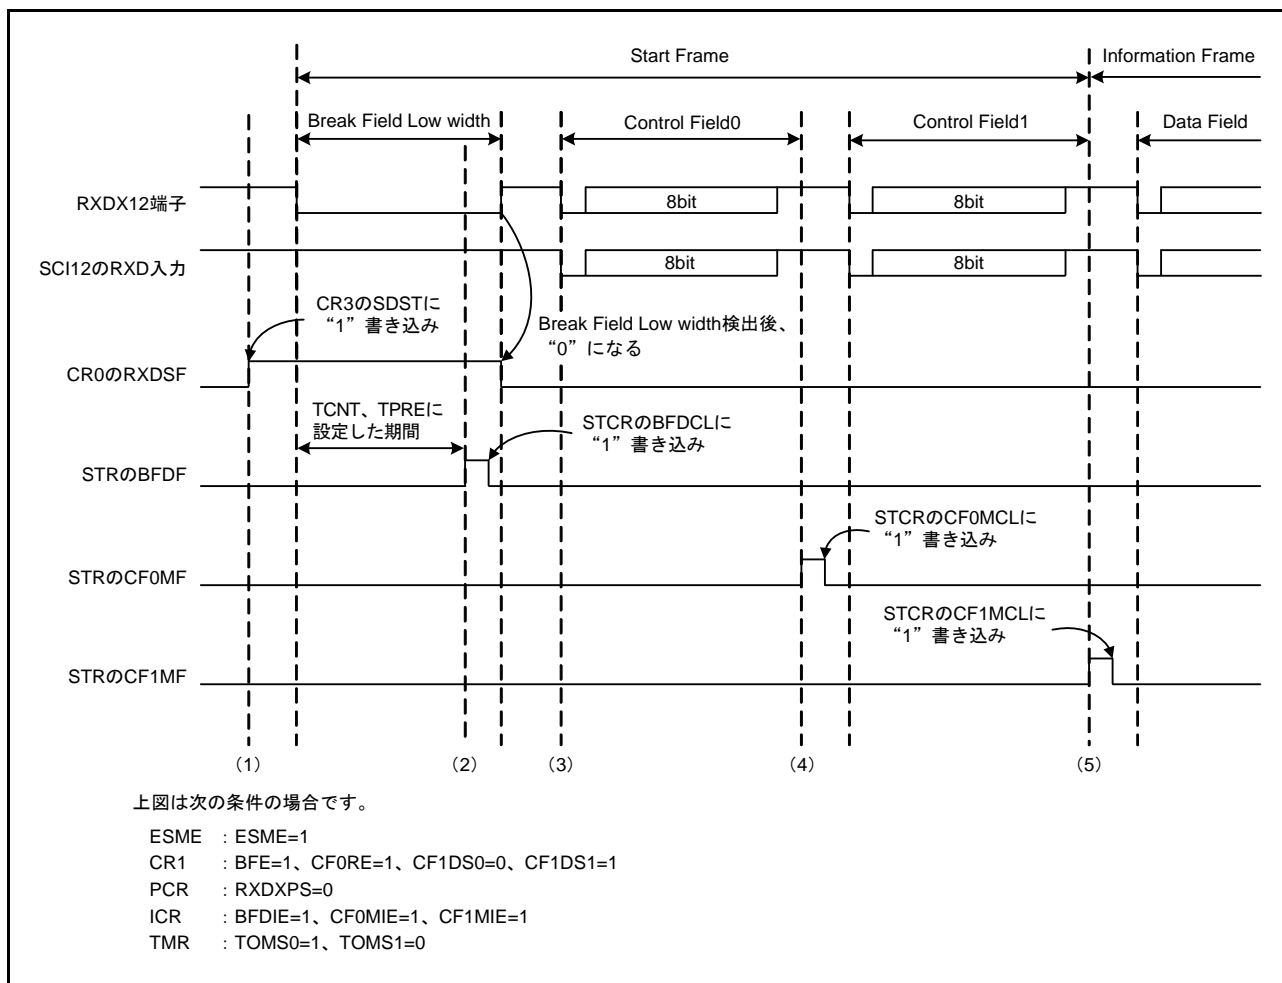
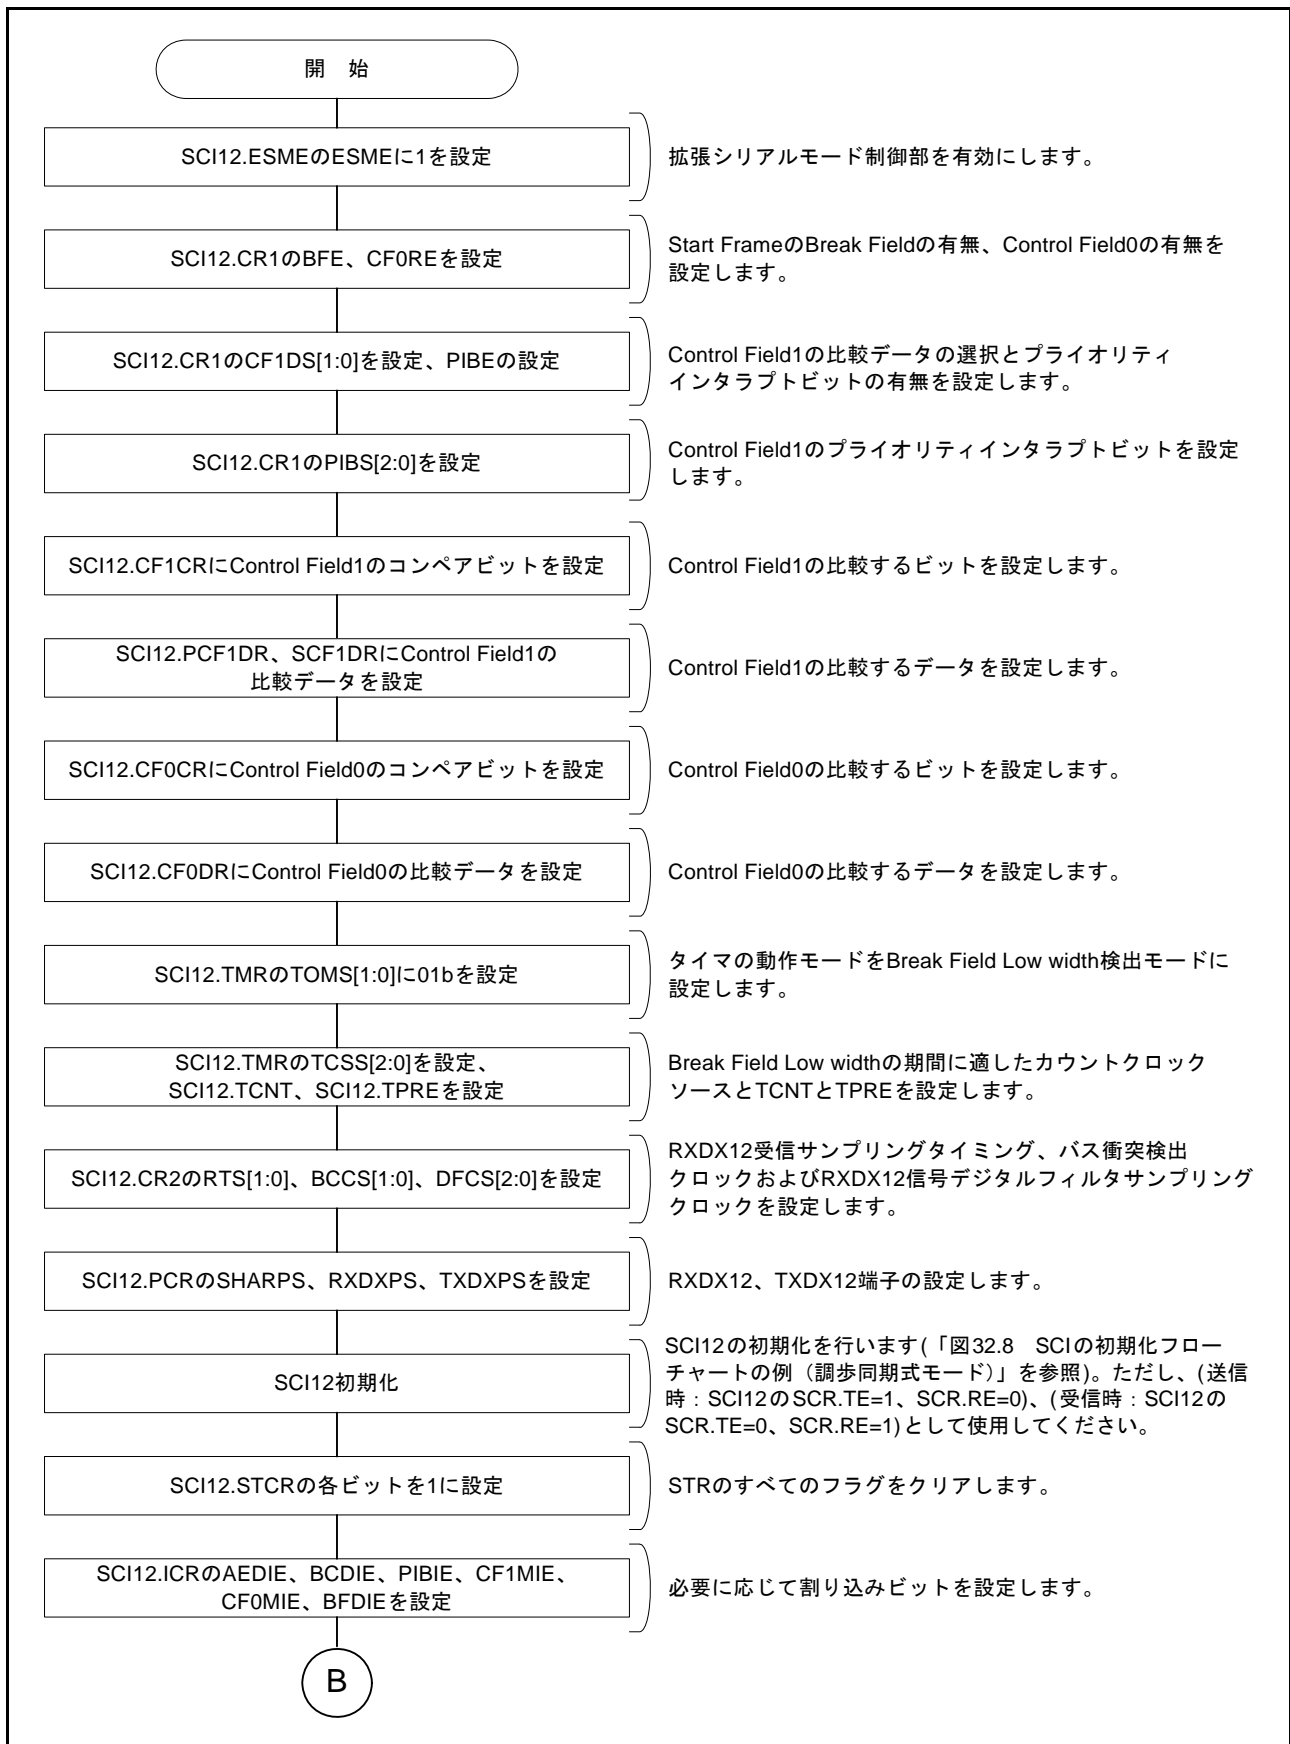
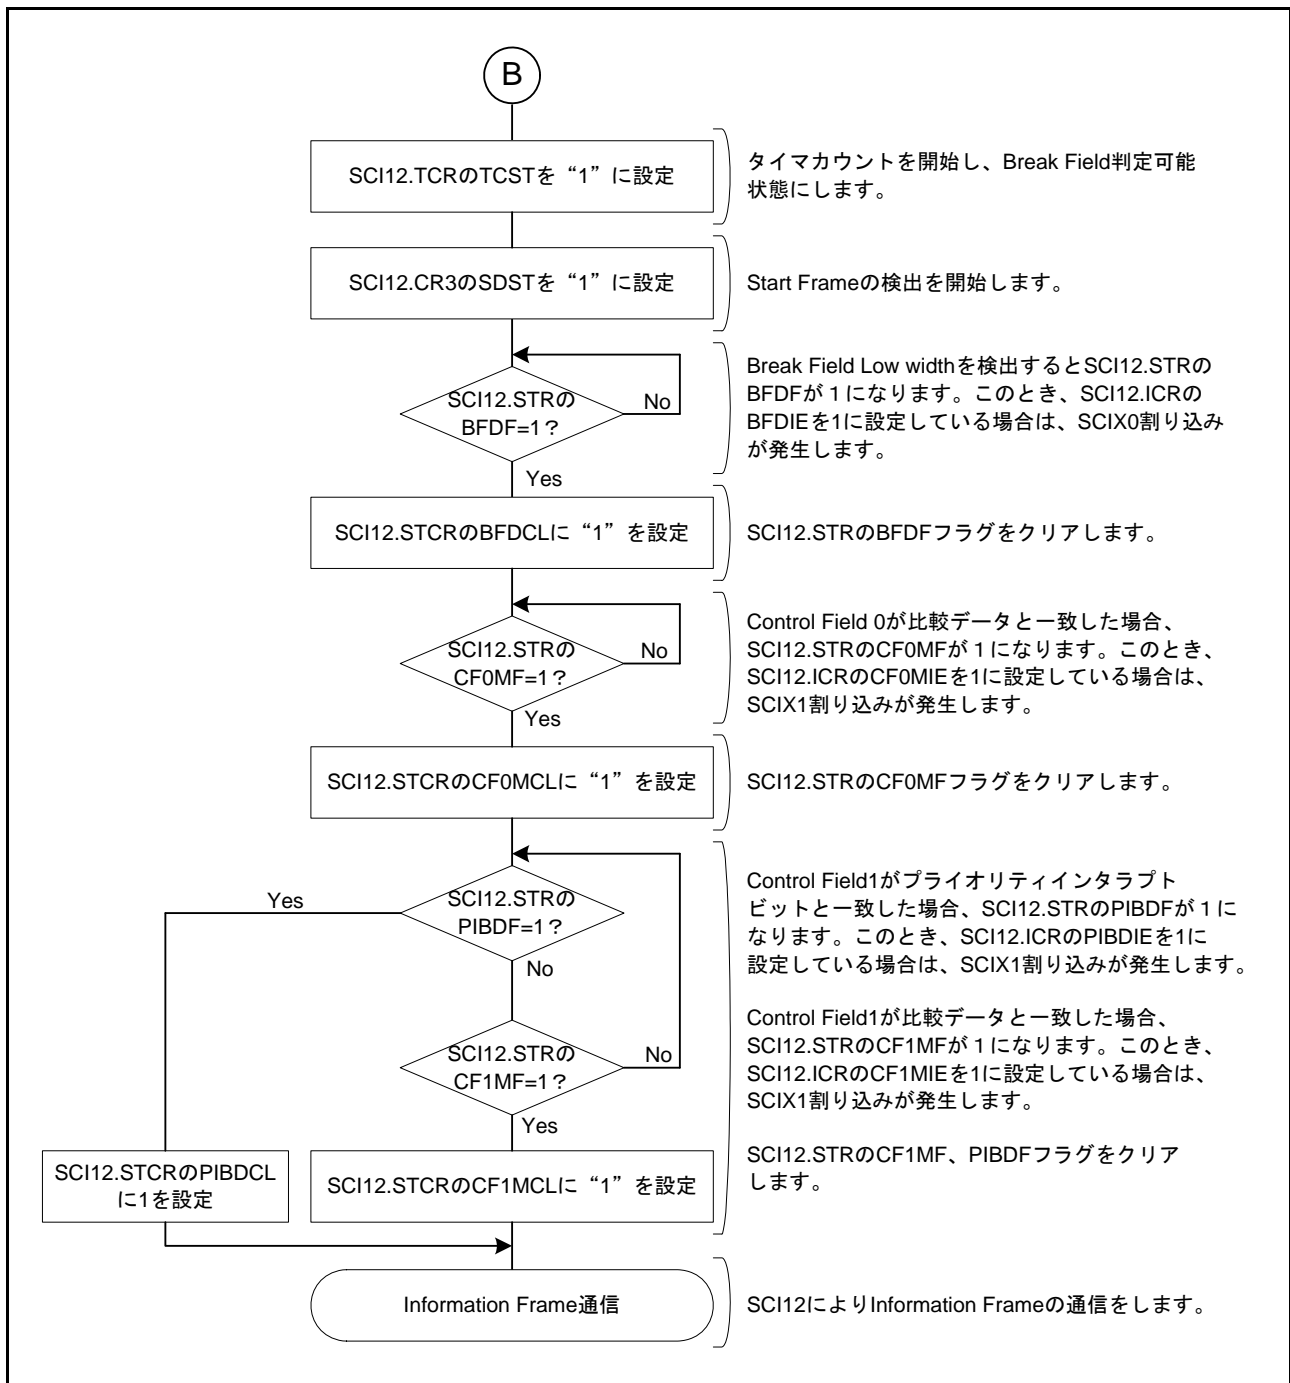
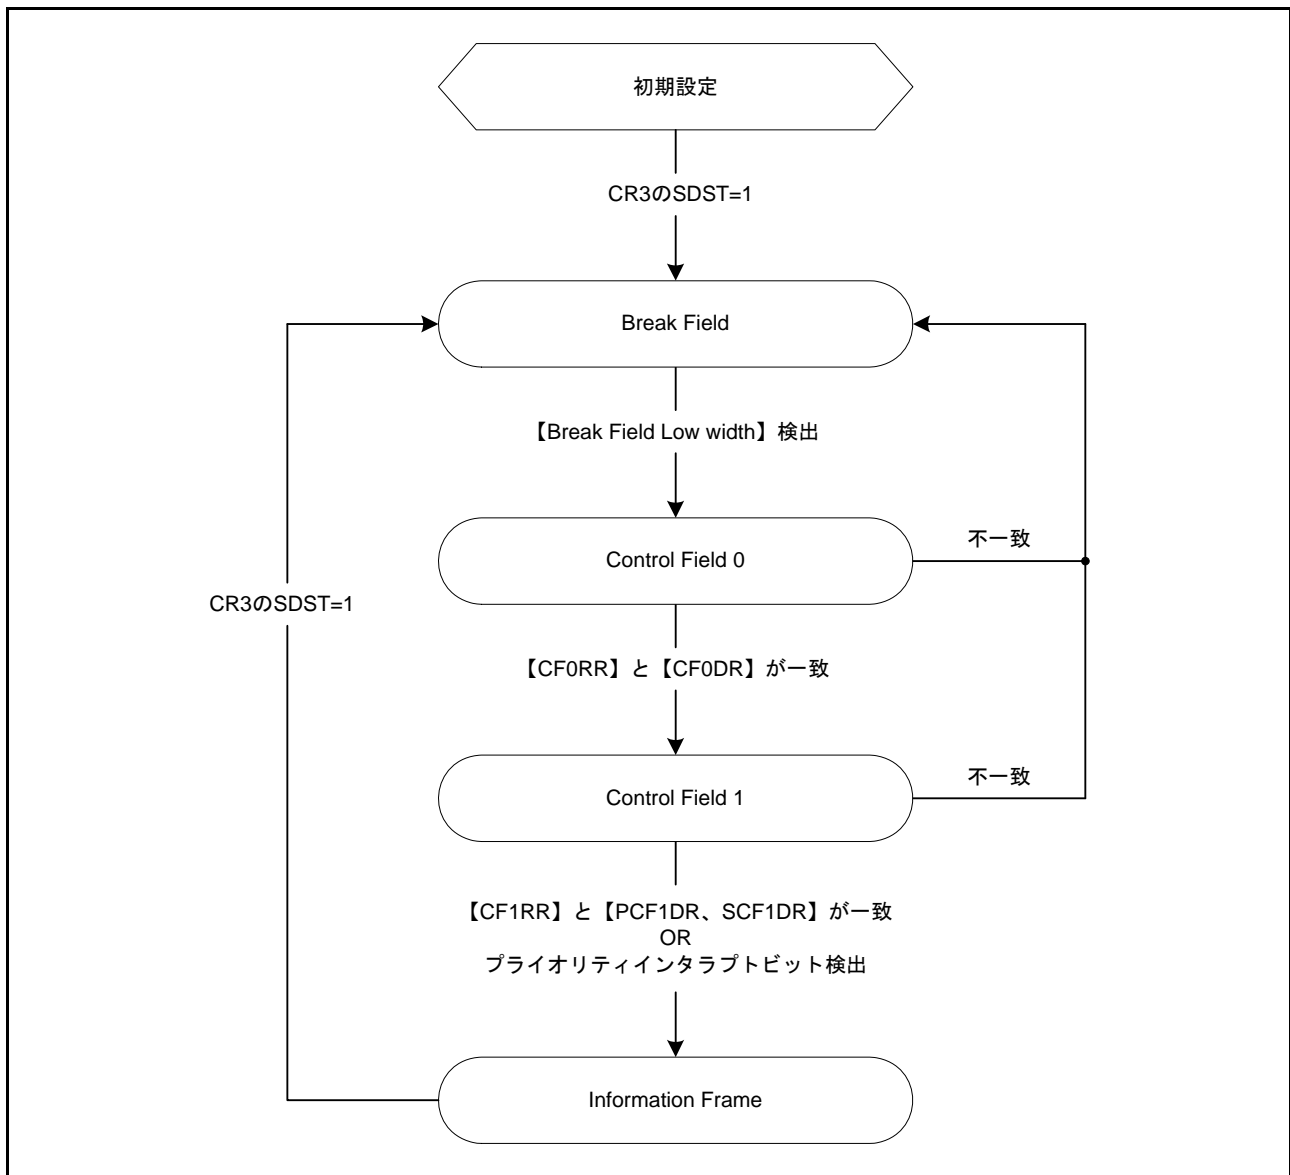

図 32.57 Start Frame 受信時の動作例
図 32.58 Start Frame 受信フローチャート例 (1)
図 32.59 Start Frame 受信フローチャート例 (2)
図 32.60 Start Frame 受信時の状態遷移図
図 32.57 に Break Field Low width、Control Field0 および Control Field1 で構成される Start Frame の受信時の動作例を示します。また、図 32.58、図 32.59 に Start Frame の受信を行うためのフローチャート、図 32.60 に拡張シリアルモード制御部の状態遷移図を示します。
(1) ~ (4) は図 32.57 の Start Frame 受信時の動作例 (1) ~ (4) と同様になります。
(5) CR1 の PIBS[2:0] で指定したビットのデータが PCF1DR に設定したデータと一致した場合、STR の PIBDF が 1 にされます。また、ICR の PIBDIE を 1 に設定している場合は、SCIX1 割り込みが発生します。そして、SCI12 により、Information Frame の通信を行います。Control Field 1 で受信したデータが PCF1DR または SCF1DR に設定したデータのどちらとも一致せず、プライオリティインタラプトビットも検出しない場合は、Break Field Low width 検出前の状態に遷移します。